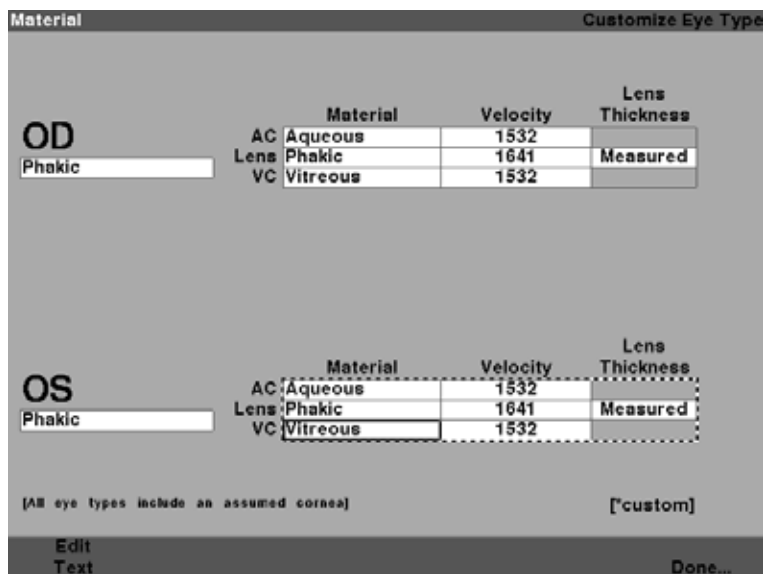

Figura 7-3 *Tabla de materiales de OS activada*
- En la tabla de material/velocidad, gire el control giratorio para seleccionar la celda de la tabla que desea cambiar. En el ejemplo de la Figura 7-3, en la página siguiente, la celda seleccionada es la de material de CV.